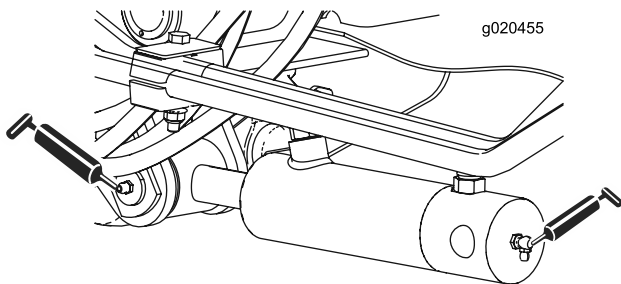

Bild 63
- Hubarmzylinderbüchsen (2) (Bild 63)